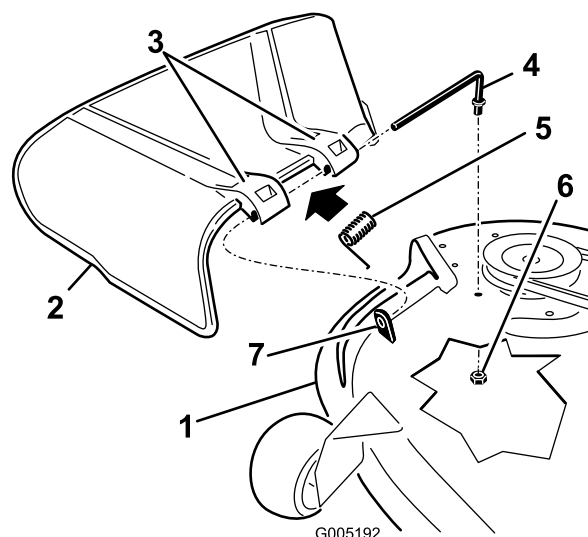

Figure 70
2. Sortez la tige de la courte cheville de positionnement, du ressort et du déflecteur d'herbe (Figure 70).
4. Remettez en place le déflecteur d'herbe (Figure 70).
7. Insérez la tige dans le deuxième support du déflecteur d'herbe (Figure 70).
9. Fixez l'extrémité arrière de la tige dans le plateau de coupe à l'aide d'un écrou (3/8"), comme montré à la Figure 70.
1. Retirez l'écrou (3/8") de la tige, sous le plateau de coupe (Figure 70).